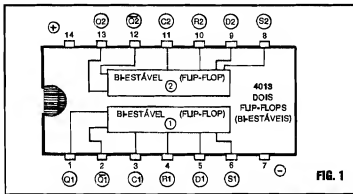
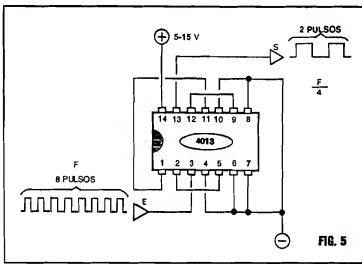

FIG. 1
FIG. 5
- FIG. 1 - O CMOS 4013, CONTENDO DOIS FLIP-FLOPS BI-ESTÁVEIS...- Conforme vimos na "Aula" anterior, um dos mais importantes blocos lógicos é o do chamado **BIESTÁVEL**, que pode atuar tanto como verdadeira "célula de memória" (já que "guarda" um certo nível digital ou estado lógico, pelo tempo que for necessário, até que lhe seja dada uma ordem de "apagamento"...), quanto como **contador** ou **divisor por 2**. Alguns pontos práticos que já vimos, sobre os **BI-ESTÁVEIS**, são que tais blocos podiam ser construídos com **uma** ou com **duas** Entradas, e que, geralmente, apresentavam **duas** Saídas *invertidas* ou *complementares entre si* (ou seja: sempre que
- FIG. 5 - "CIRCUITANTO" O 4013 COMO DIVISOR POR 4... - Se não "forçar" muito a cabecinha de Vocês, caros Leitores/"Alunos" (lembram-se daquelas elementares primeiras Lições de Aritmética, nas primeiras séries do primeiro grau...?), pedimos notar que *dividindo o número ou quantidade de duas vezes por 2, teremos o equivalente à sua divisão por 4...* Assim, como o 4013 contém dois blocos capazes de, individualmente, fazer *divisões por 2*, basta "enfileirar" de forma lógica os dois blocos para se obter uma *divisão por 4*... O esqueminha da figura mostra como isso pode ser feito na prática, pela simples interligação correta das Entradas, Saídas e pinos de Controle dos dois blocos do 4013, e sem o auxílio de nenhum outro componente externo (apenas o puro e simples trabalho do Integrado...)! Comparando o esquema com o diagrama das "entranhas" do 4013 (FIG. 1), percebe-se claramente que a Saída NORMAL do primeiro BIESTÁVEL (pino 1) encontra-se diretamente ligada à Entrada de CLOCK do segundo BIESTÁVEL (pino 11), e que - agora - recolhemos a Saída final do conjunto no pino de Saída do segundo BIESTÁVEL (pino 13). Dessa forma, a Frequência final obtida será 4 vezes menor do que a aplicada à Entrada E...! Em outras palavras (e conforme exemplificamos os diagramas de formas de onda na figura...), se aplicados 8 pulsos completos à Entrada E teremos - no mesmo intervalo de Tempo - 2 pulsos completos na Saída S... Uma rigorosa e concreta *divisão por 4*...!